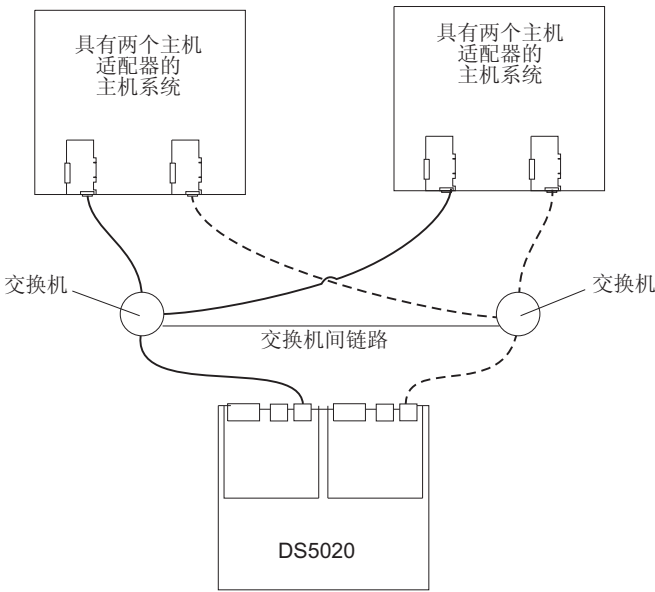

图 57. 单 SAN 光纤网配置的示例
- 单 SAN 光纤网配置，如第 81 页的图 57 中所示
在图 57 中，光纤通道交换机可通过交换机间链路（ISL）连接在一起，以形成一个单 SAN 光纤网。